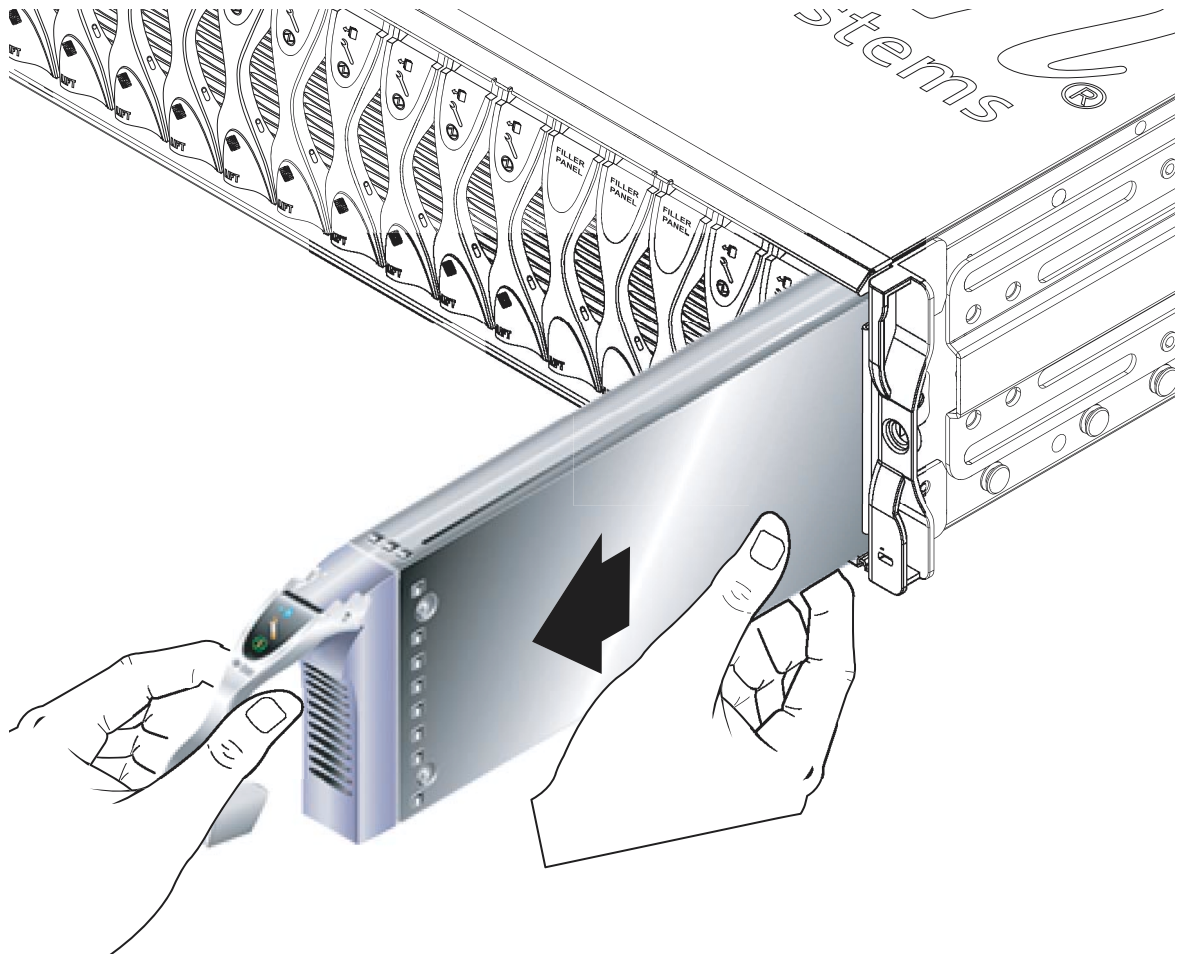

图 12-3 拆卸刀片或填充面板
4. 将弹出杆往外拉，以便将刀片从系统机箱中拆下（图 12-3）。